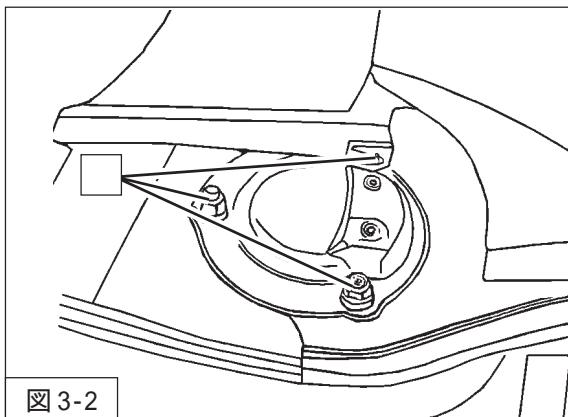

図 3-2
2. リアダンパーキャップ取付ナットを取り外し、リアダンパーキャップを取り外してください。(図3-2)